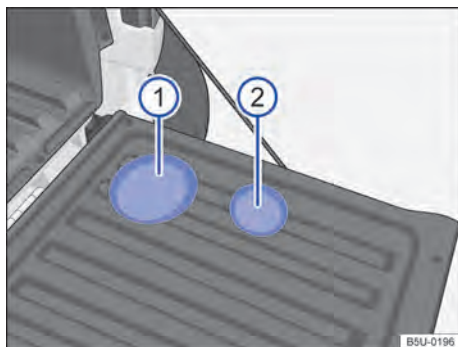

Fig. 109 No revestimento da tampa do compartimento de carga: ① porta-garrafas e ② porta-copos. ▶
Para utilizar os porta-garrafas → Fig. 109 ① e os porta-copos ② abra a tampa do compartimento de carga.